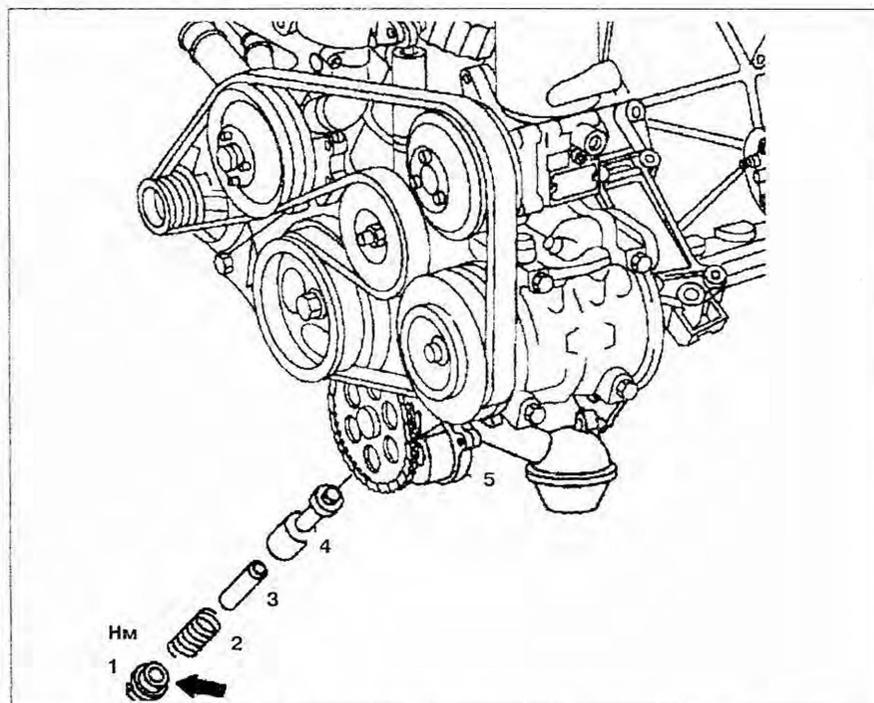

Рис. 2.66. Редукционный клапан масляного насоса:
2. Открутите пробку. На эту пробку действует сила пружины, поэтому при ее снятии необходимо быть внимательным. На пробке также имеется уплотнение (стрелка) (рис. 2.66).